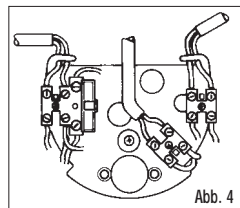

Abb. 4
- Der interne Anschluss ist wie folgt vorzunehmen: die Kabel je nach Bedarf in die richtige Position bringen und in die dafür vorgesehen Osen einführen. Siehe Abb. 4.